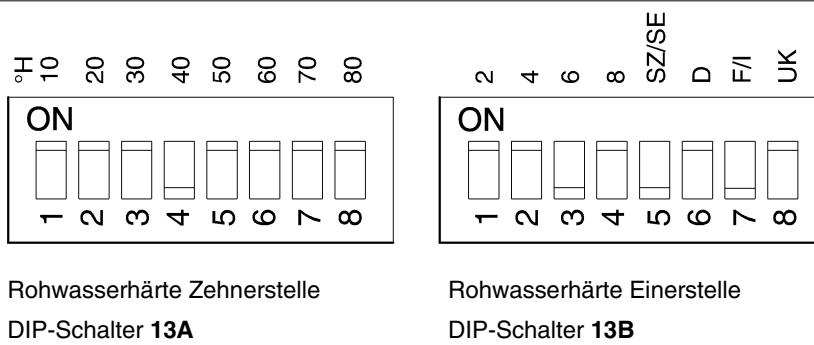

Abb. 9: DIP-Schalter
Die **Rohwasserhärte** wird über die DIP-Schalter **13A** und **13B** eingestellt (siehe Abb. 9).
- Kontakt 4 des DIP-Schalters **13A** und Kontakt 3 des DIP-Schalters **13B** in die Stellung gegenüber „ON“ schalten (siehe Abb. 9).